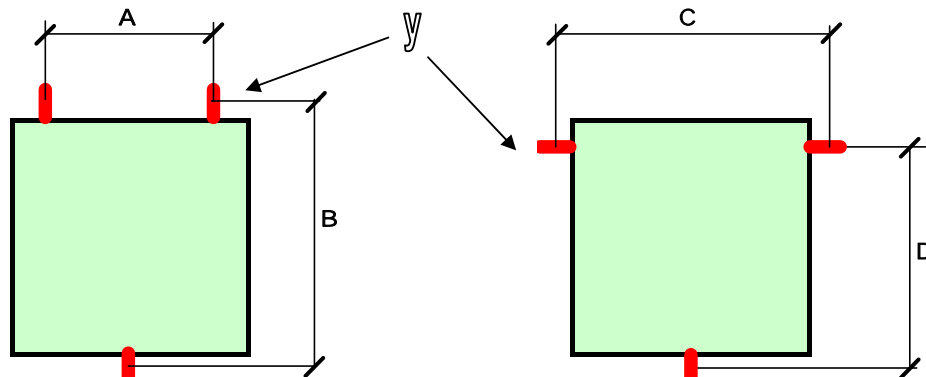

Abbildung 1: Gehäuse mit 3 Befestigungslaschen
- Wandgehäuse mit Befestigungslaschen (Abbildung 1)
Abbildung 1 bis: Gehäuse mit 4 Befestigungslaschen